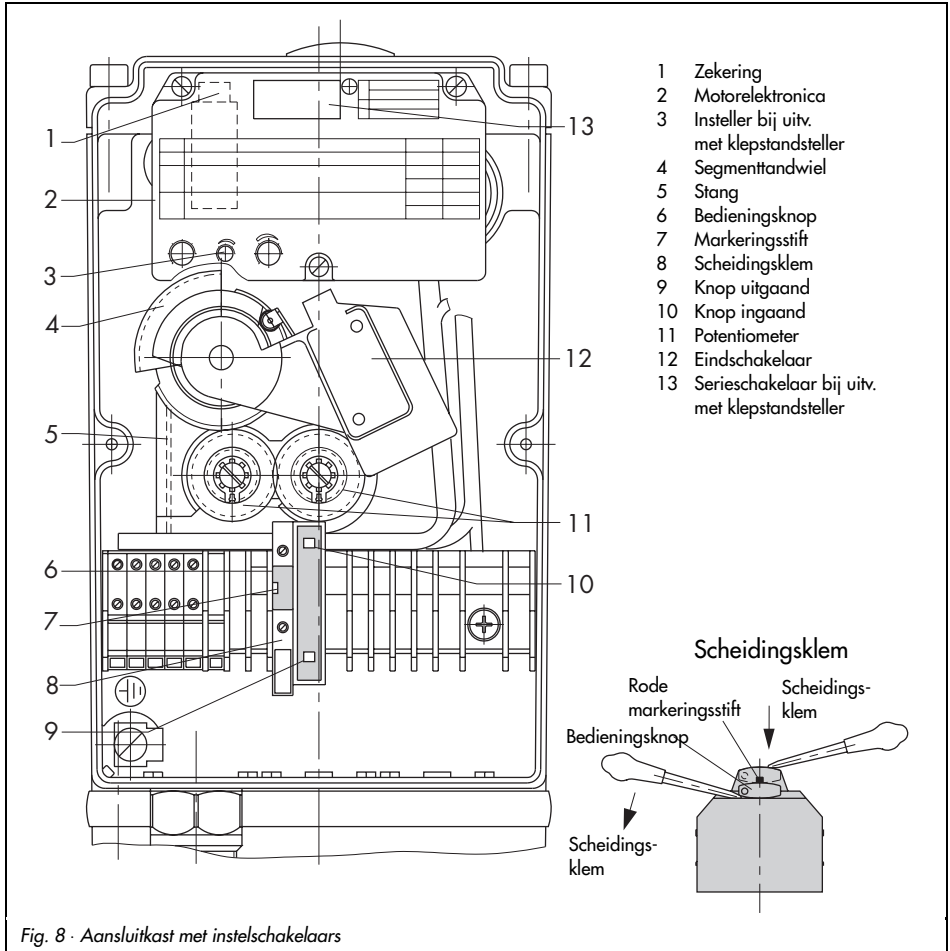

Fig. 8 · Aansluitkast met instschakelaars
Wanneer bijv. bij het starten van de installatie de voorrang van het regelsignaal moet worden opgeheven en het regelventiel moet in een bepaalde stand blijven staan, dan moet scheidingsklem 81 worden geopend (fig. 8).
1. **Scheidingsklem 81** openen door de knop (fig. 8) omhoog te trekken.